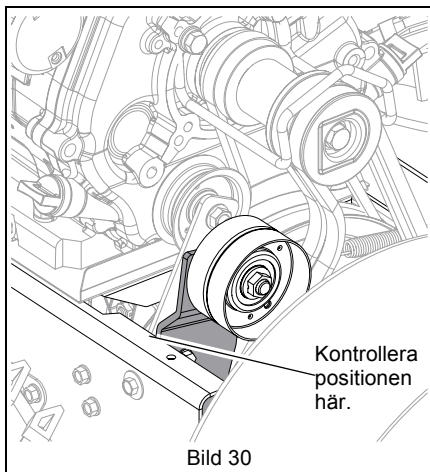

Bild 30
5. Kontrollera att skruvkopplingen är i friläge och se till att skruvspännarmen ligger an lätt mot ramen. Se Bild 30.